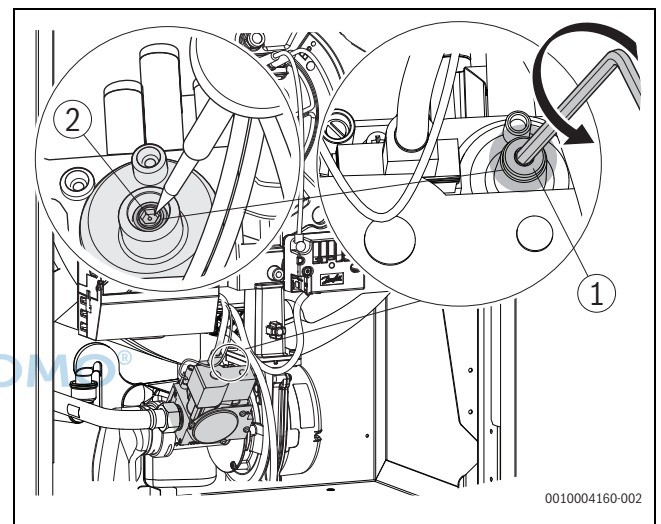

Bild 51 CO2- / O2-Einstellung bei Teillast prüfen
- ▶ Abdeckschraube der Teillast-Einstellschraube entfernen (→Bild 51, [1], Seite 29).
- ▶ Bei CO2-Werten (Werte in Klammern=O2-Werte) unter 9,0 % (O2=4,9 %) oder über 9,6 % (O2=3,8 %) die Einstellung an der Kleinlast-Einstellschraube auf 9,3 % (O2=4,3 %) korrigieren (→ Bild 51, [2], Seite 29).
- ▶ Bei CO2-Werten (Werte in Klammern=O2-Werte) unter 9,8 % (O2=6,0 %) oder über 10,8 % (O2=4,5 %) die Einstellung an der Kleinlast-Einstellschraube korrigieren (→Bild 51, Seite 29 und Tabelle 10).